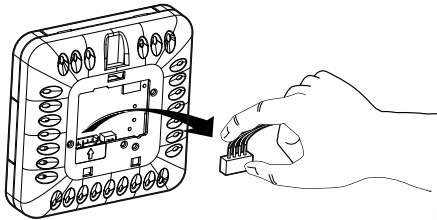

Fig. 2
2. Отсоедините 4х штырьковый разъем от фронтальной панели (рис.2);
2. disconnect the 4-pin connector from the front part (Fig. 2);